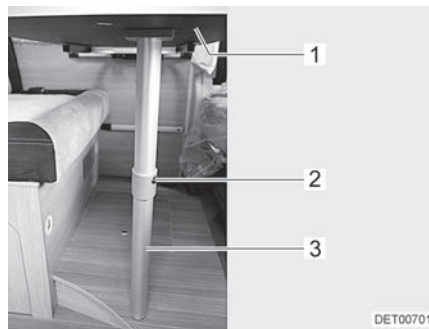

Fig. 59 Struttura di supporto letto
- Sollevare leggermente il piano del tavolo (Fig. 59,1) in avanti.
- Premere il bottone di sbloccaggio (Fig. 59,2) e ribaltare di 90° all'indietro la parte inferiore del supporto snodabile (Fig. 59,3).